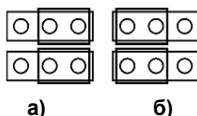

Рисунок 5 – Выбор режима работы контроллера
- а) с одним внешним считывателем и включенным встроенным считывателем контроллера (см. рисунок 5а);
- б) с двумя внешними считывателями (встроенный считыватель контроллера отключен) (см. рисунок 5б).